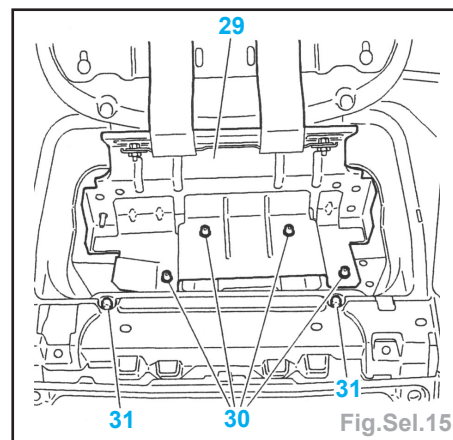

Fig.Sel.15
- les vis (28),
- le coussin gonflable passager (23) (voir le chapitre «Airbags»),
- les vis (25),
- le support document (24),
- les grilles d'aération (26) et les vis (27).
- Déposer (Fig.Sel.15) :
- les vis (30),
- le support coussin gonflable passager (29) et les vis (31).